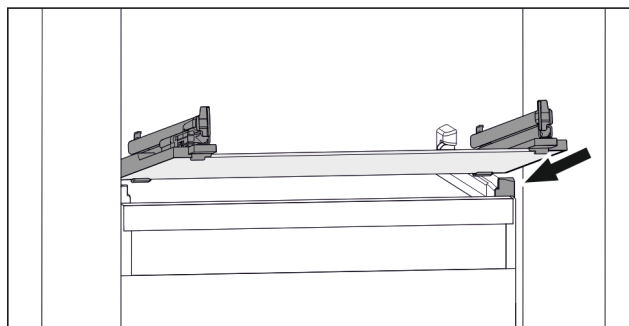

Fig. 107 Az üveglap példaként szolgáló ábrázolása
- ▶ Helyezze a fiókot ferdén az ütközők mögé. (lásd Fig. 107)